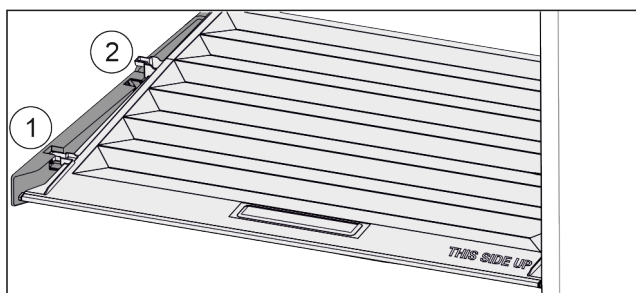

Fig. 149
- ▶ Vytáhněte víko dopředu až k otvoru v přídržných dílech Fig. 149 (1).
- ▶ Vzadu zespuď nadzvedněte a vyjměte směrem nahoru Fig. 149 (2).